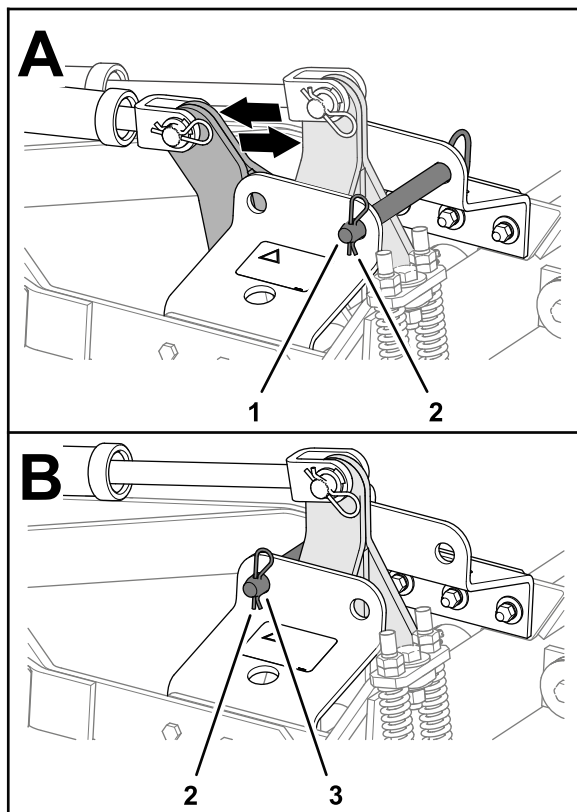

Figura 22
2. Retire la chaveta, mueva el pasador de bloqueo a los orificios traseros (posición de almacenamiento/aireación) del soporte de la barra de bloqueo, y sujete el pasador de bloqueo al soporte con la chaveta (Figura 22).
7. Retire la chaveta y mueva el pasador de bloqueo a los orificios delanteros (posición de transporte) del soporte de la barra de bloqueo, y sujete el pasador de bloqueo al soporte con la chaveta (Figura 22).